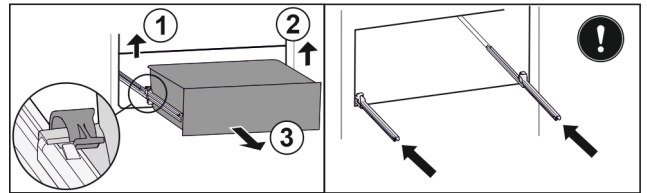

Fig. 127
- ▶ Linke Klemme anheben und gleichzeitig Schubfach links nach vorne ziehen. Fig. 127 (1)
- ▶ Rechte Klemme anheben und gleichzeitig Schubfach rechts nach vorne ziehen. Fig. 127 (2)
- ▶ Schubfach nach vorne entnehmen. Fig. 127 (3)